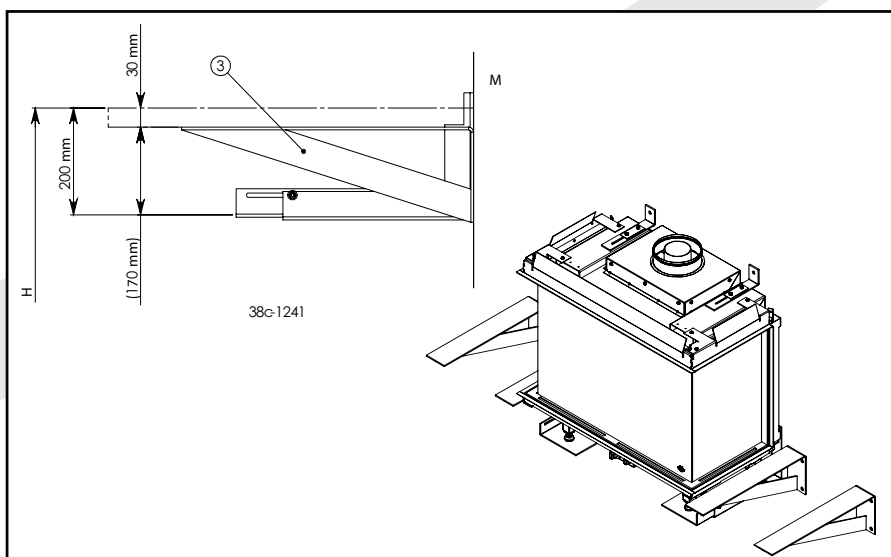

fig. 4
- Mount the platform carriers to the wall at the height indicated in figure 4.
- Befestigen Sie die Plattenträger für die Aufbauebene auf der angegebenen Höhe an der Mauer (Abb. 4).
- Fixez les supports pour plateau au mur à la hauteur indiquée sur la figure 4.